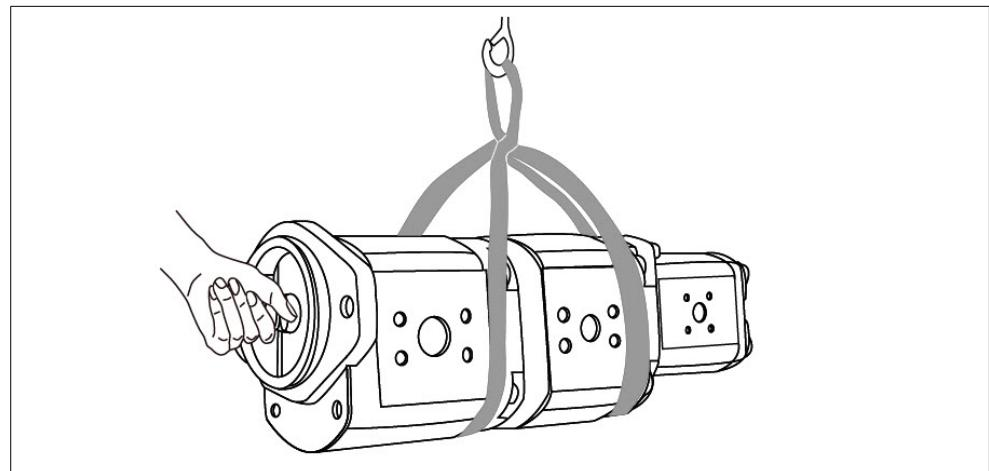

Abb. 5: Transport mit Hebeband
- ▶ Legen Sie das Hebeband so um die Außenzahnradeinheit, dass es weder über Anbauteile (z. B. Ventile) verläuft, noch dass die Außenzahnradeinheit an Anbauteilen aufgehängt wird (siehe Abb. 5).